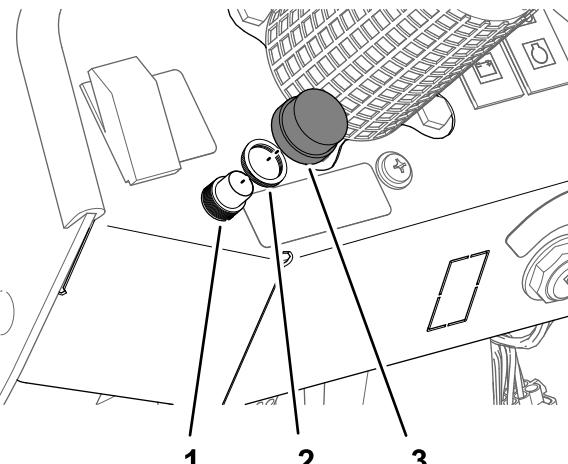

Figura 27
6. Monte el interruptor del claxon en el salpicadero con la tuerca moleteada (5/8"), y apriete la tuerca a mano (Figura 27).
7. Enrosque el botón en las roscas del interruptor del claxon (Figura 27).